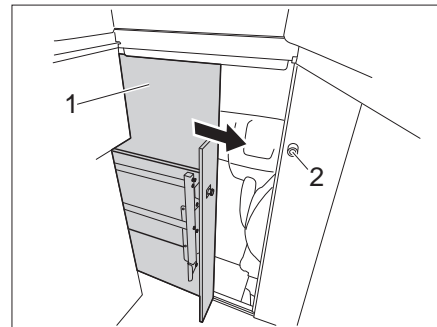

Bild 39 Schloss Fahrerhaus
- ▷ Nur mit gesicherter Tür (Bild 39,1) fahren.
- Tür (Bild 39,1) zuschieben, bis sie im Schloss einrastet.
- Den Griff (Bild 39,2) entgegen dem Uhrzeigersinn drehen, bis die Tür verriegelt ist.
- Den Griff (Bild 39,2) im Uhrzeigersinn drehen, bis die Tür entriegelt ist.
- Die Tür (Bild 39,1) aufschieben und sichern.